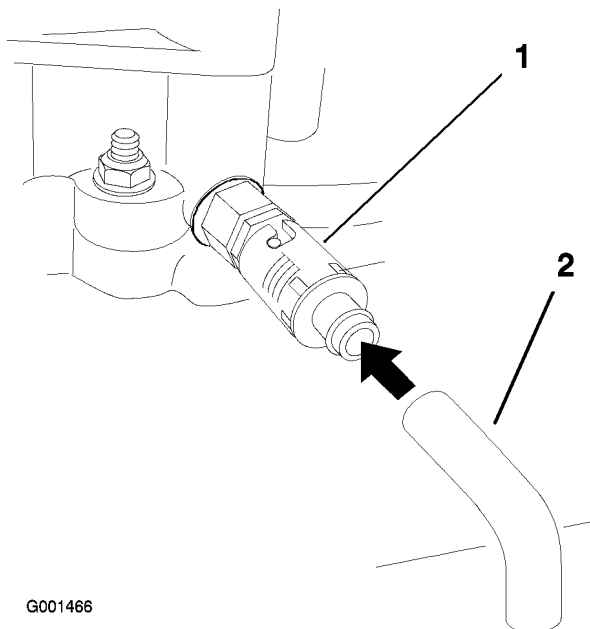

Figure 33
6. Placez un bac sous le flexible de vidange. Tournez le robinet de vidange d'huile pour permettre à l'huile de s'écouler (Figure 33).
8. Enlevez le flexible de vidange (Figure 33).